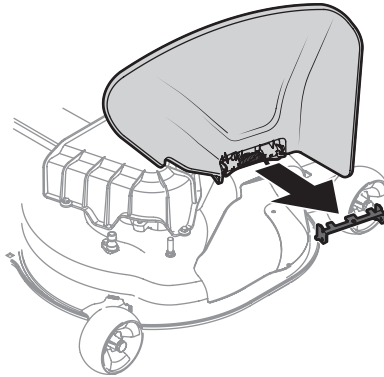

Figure 2-15
7. Relevez le déflecteur d'éjection et maintenez-le dans cette position pour enlever le support. Abaissez le déflecteur d'éjection et jetez le support. Voir Figure 2-15.